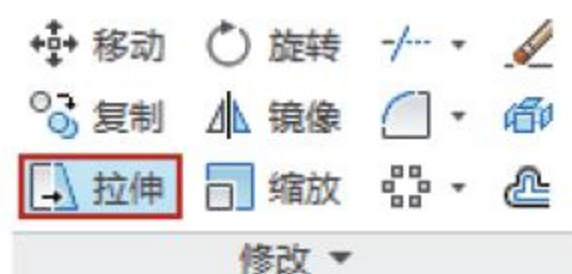

图4-74 单击按钮
- 功能区：单击【修改】面板中的【拉伸】按钮, 如图4-74所示。